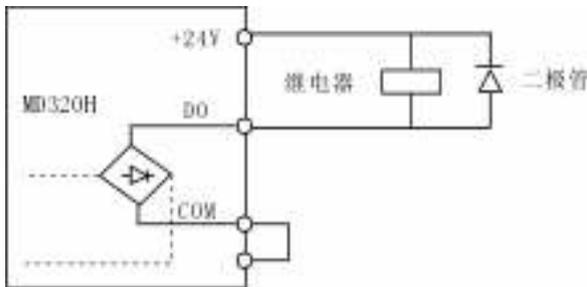

图 3-15 数字输出端子接线示意图
**注意：**一定要正确安装吸收二极管的极性。如图3-15。否则当数字输出端子有输出时，马上会将直流24V电源烧坏。